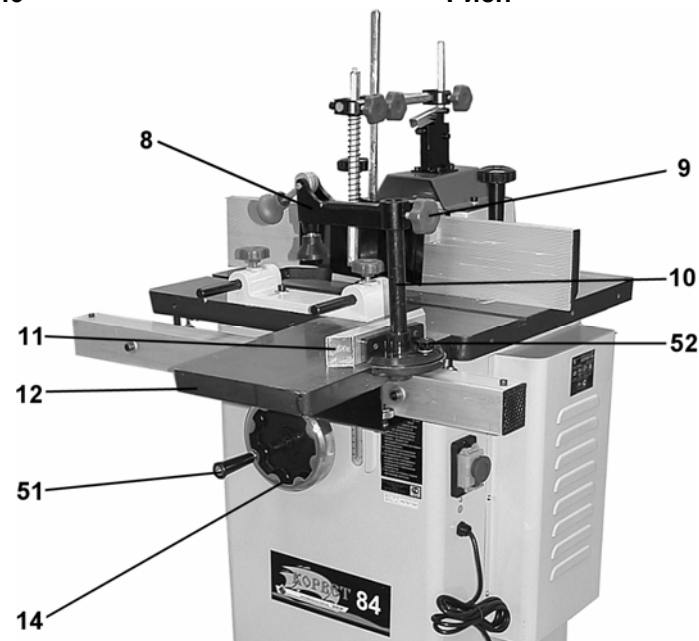

Рис.8
8.3.1. На подвижном столе (12) установите стойку (10). На стойке (10), используя шайбу и винт фиксации (52), установите и закрепите направляющую скоса (11), Рис.8.
8.3.2. На стойке (10), винтом фиксации (9), закрепите прижимное устройство (8), Рис.8.
8.4.1. Установите и закрепите ручку (51) контргайкой на маховик установки высоты фрезы (14), Рис.8.